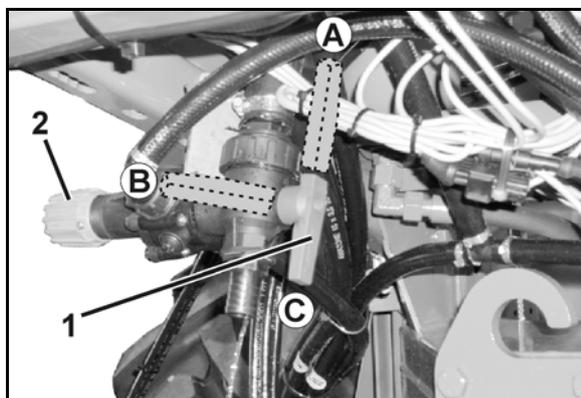

Рис. 123
- переключающий кран DUS (Рис. 123/1);
- клапан ограничения давления DUS (Рис. 123/2). Клапан ограничения давления DUS имеет фиксированные заводские установки и служит для снижения давления в системе принудительной циркуляции до 1 бара.
- Если переключающий кран DUS находится в положении (Рис. 123/A), система принудительной циркуляции включена.
- Если переключающий кран DUS находится в положении (Рис. 123/B), система принудительной циркуляции выключена.
- Если переключающий кран DUS находится в положении (Рис. 123/C), жидкость можно слить из полевого опрыскивателя.